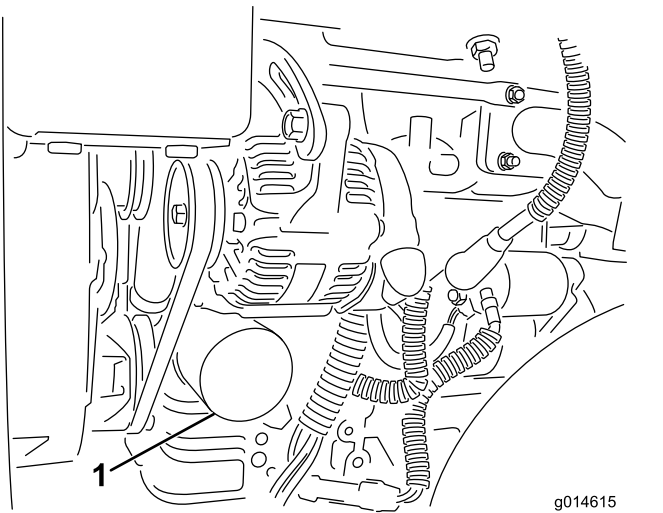

**Рисунок 35**
3. Откройте сливную пробку на топливном фильтре примерно на один оборот и слейте всю накопившуюся воду (Рисунок 35).